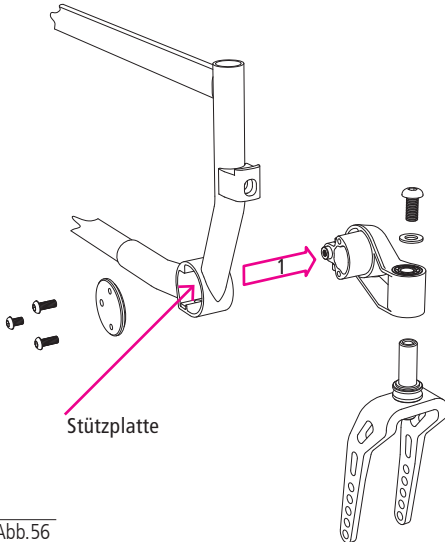

Abb.56
3. Sie können nun die Abdeckkappe abnehmen und den Castorarm nach außen abziehen (1, Abb. 56). Bitte achten Sie darauf, dass die Stützplatte nicht verloren geht.